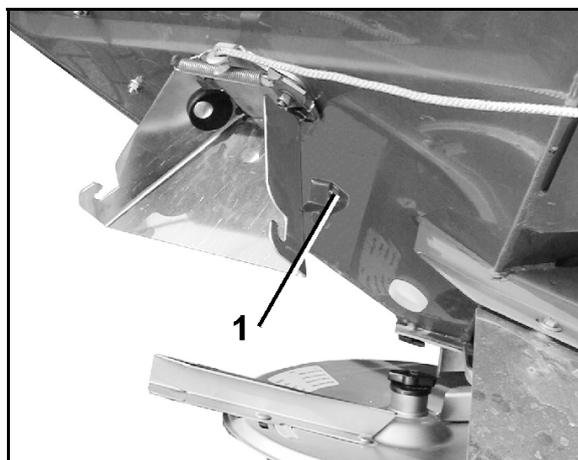
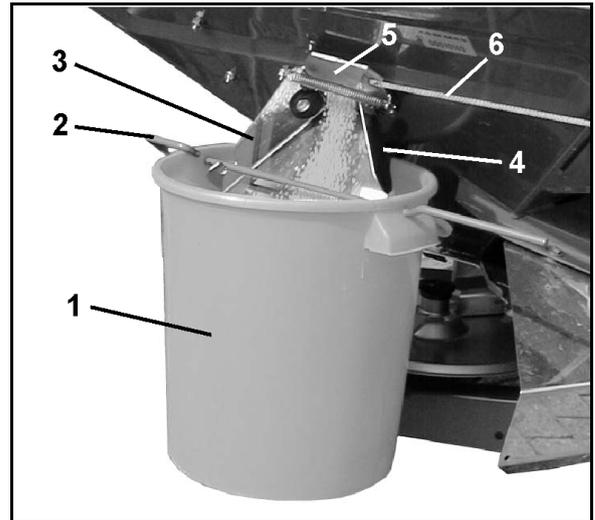

图 56
图 58
1. 用钩杆 (图 58/2) 将收集容器 (图 58/1) 挂在出口槽 (图 58/3) 在夹紧装置 (图 58/4 和 图 56/1) 中固定住收集容器。
2. 用拉绳 (图 58/6) 完全打开出口槽的侧滑门 (图 58/5) 大约 5 秒 (确保肥料均匀流动)。之后将收集到的肥料倒回撒肥机。